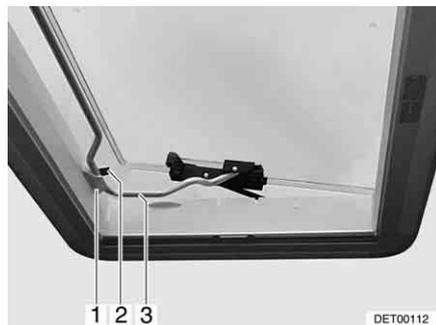

Fig. 59 Oblò Heki in posizione di ricircolo d'aria 2
- Inserire la staffa (Fig. 59,3) nel supporto (Fig. 59,1).
- Sistemare la leva (Fig. 59,2) sulla staffa.